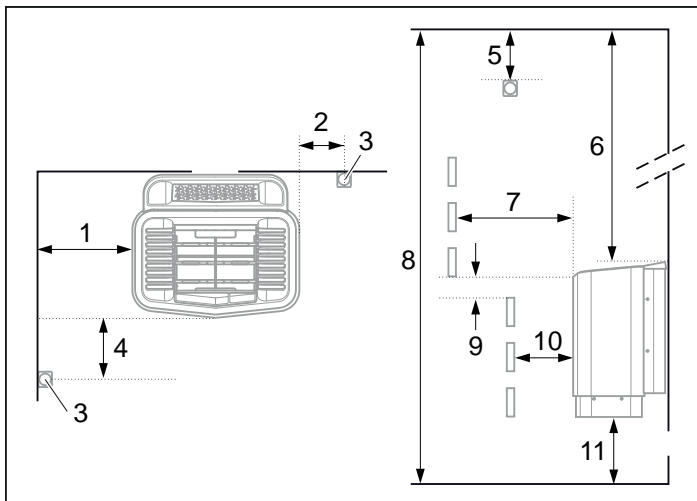
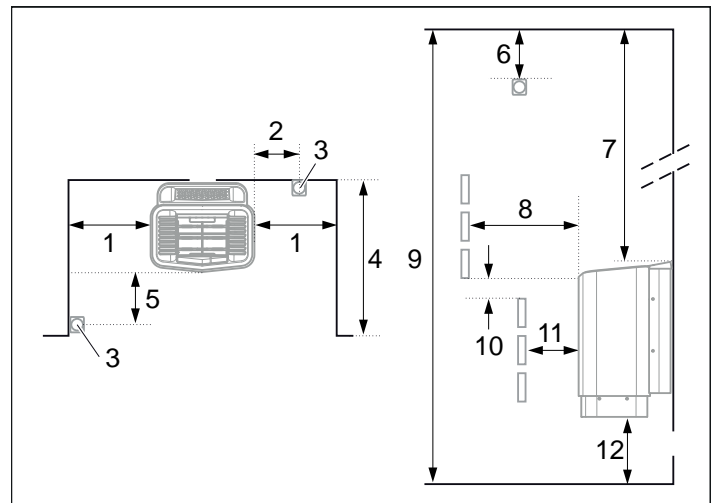

Fig 3: Placering av bastuaggregatet - normalmontage
Fig 5: Placering av bastuaggregat - nischmontage
- Planera sensorns placering (se Fig 3, sidan 3 samt Fig 5, sidan 3).
- på samma vägg som dörren (endast i undantagsfall på sidoväggen, men då mycket nära dörrväggen). Aggregatet kan också placeras i nisch (se Fig 5).
- på säkert avstånd till golvet, sidoväggar och inredning (se Fig 3).
Placera sensorn enligt bilden (se Fig 3).
1. Placera aggregatet på säkert avstånd till golv, sidovägg och inredning (se Fig 5).
2. Placera sensorn enligt bilden (se Fig 5).